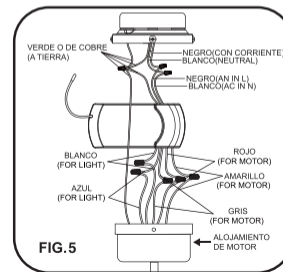

FIG.5
Paso 2. Conexiones eléctricas de los cables de suministro del receptor a la casa: conecte el cable BLANCO (neutro) de la caja de distribución al cable BLANCO marcado 'AC in N' del receptor. Conecte el cable NEGRO (corriente) de la caja de distribución al cable NEGRO marcado 'AC in L' del receptor. Fije todas las conexiones con las tuercas de plástico incluidas.(Fig.5)
Paso 3. Si su caja de distribución tiene un cable a TIERRA (verde o cobre pelado) conecte este cable a los cables de Tierra de la abrazadera de montaje y alojamiento de motor. Si su caja de distribución no tiene un cable a tierra una los cables de abrazadera de montaje y alojamiento de motor de tierra. Alambre de conexión segura con el conector de cable de plástico suministrada. (Fig.5)